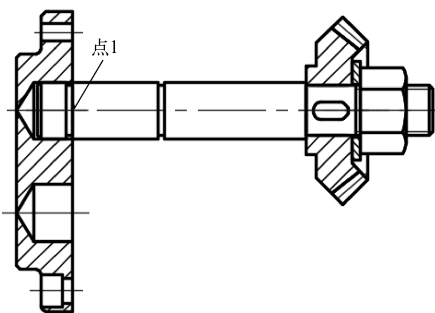

图 14-66 插入齿轮泵前盖图块
(3) 插入齿轮泵前盖图块。单击“默认”选项卡“绘图”面板中的“插入块”命令, 选择齿轮泵前盖块图形, 选择点 1, 插入齿轮泵前盖图块, 结果如图 14-66 所示。